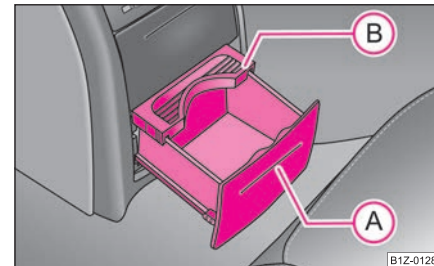

Fig. 92 Consola centrală spate: Suportul pentru pahare
- Apăsați capacul în zona (A) ⇒ fig. 92 – suportul pentru băuturi iese.
- Reglați suportul pentru băuturi deplasând placa de siguranță (B).